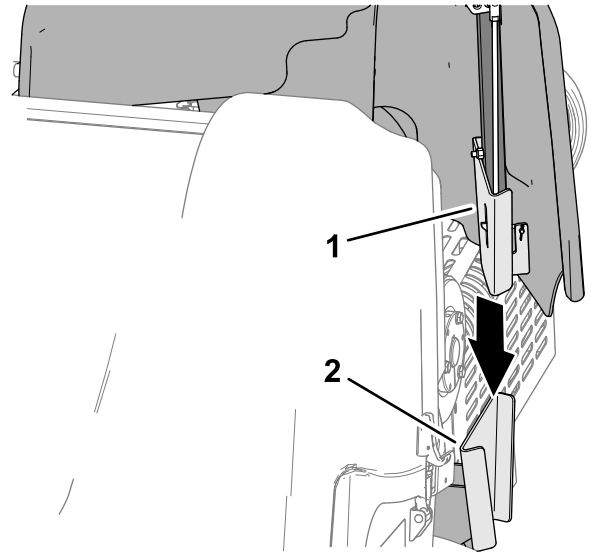

Figura 133
1. Aliniați suportul de montare al capacului curelei cu suportul capac-suport al cadrului mainii (Figura 133).